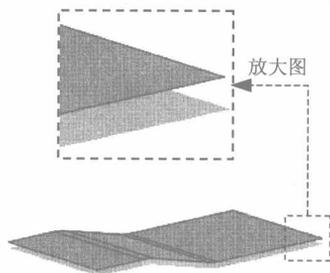
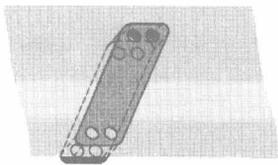
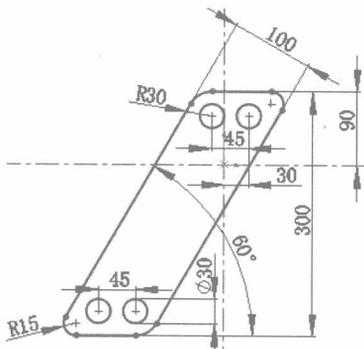

图 2.4 曲面-等距 1
图 2.5 拉伸 1
图 2.6 横断面草图
(3) 定义拉伸深度属性。在 **方向1** 区域的下拉列表中选择 **两侧对称** 选项，然后在 **距离** 后的文本框中输入数值 600.0。
(4) 单击窗口中的 按钮，完成曲面-拉伸 1 的创建。
Step3. 创建图 2.4 所示的曲面-等距 1。
(1) 选择命令。选择下拉菜单 **插入(I)** → **曲面(S)** → **等距曲面(O)...** 命令, 系统弹出“曲面-等距”窗口。
(2) 定义等距曲面。选取曲面-拉伸 1 作为等距曲面。
(3) 定义等距参数。
① 定义等距方向。单击  按钮, 反转等距方向。
② 定义等距数值。在“曲面-等距”窗口的  按钮后的文本框中输入数值 10.0。
(4) 单击窗口中的  按钮, 完成曲面-等距 1 的创作。
Step4. 添加图 2.5 所示的零件特征——拉伸 1。
(1) 选择下拉菜单 **插入(I)** → **凸台/基体(B)** → **拉伸(E)...** 命令。
(2) 定义特征的横断面草图。
① 定义草图基准面。选取右视基准面作为草图基准面。
② 定义横断面草图。在草图绘制环境中绘制图 2.6 所示的横断面草图。绘制此草图时, 先绘制直线和圆角, 然后再绘制其中的四个圆, 并建立相等约束, 最后建立尺寸约束并修改为设计要求的尺寸。